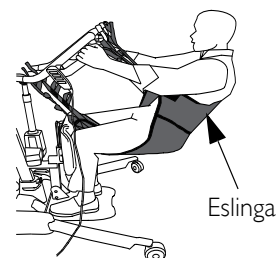

FIGURA 4.2 Elevación del paciente
NOTA: Para este procedimiento, consulte la FIGURA 4.2 en la página 74.
1. Indique al paciente que sujete los asideros de los dos lados de la grúa (Detalle "A" de FIGURA 4.2).
- 4. Si va a trasladar a un paciente desde una silla de ruedas, active los frenos de las ruedas de la silla (Detalle "B" de FIGURA 4.2).
- 5. Pulse el botón de flecha ASCENDENTE en el mando para levantar al paciente sobre la superficie (cama, silla de ruedas o silla inodora). La grúa es capaz de soportar completamente el peso del paciente (Detalle "C" de FIGURA 4.2).